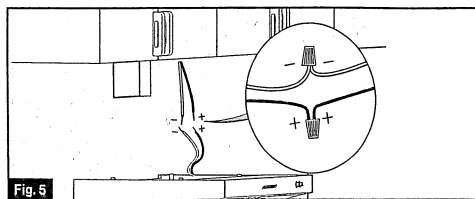

Fig. 5
5. Connectez les fils de capot de gamme à une source d'alimentation 12V du fond de l'armoire. Connectez le blanc(-) sur blanc(-), noir(+) sur noir(+). (Fig. 5)